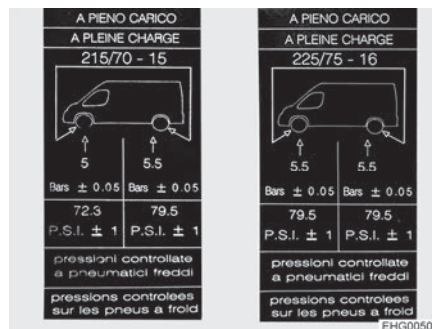

Bild 169 Hinweisaufkleber zum Reifendruck an B-Säule (Beispiel)
- ▷ Hinweisaufkleber mit dem benötigten Reifendruck sind auf der Innenseite der B-Säule angebracht (siehe Bild 169).